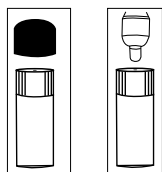

Figure 3A Figure 3B
2. Retirer le capuchon en vinyle du flacon pour exposer le petit orifice de fuite comme indiqué dans la figure 3A ci-dessous. NE PAS DEVISSER LE CAPUCHON NOIR DE LA BOUTEILLE.